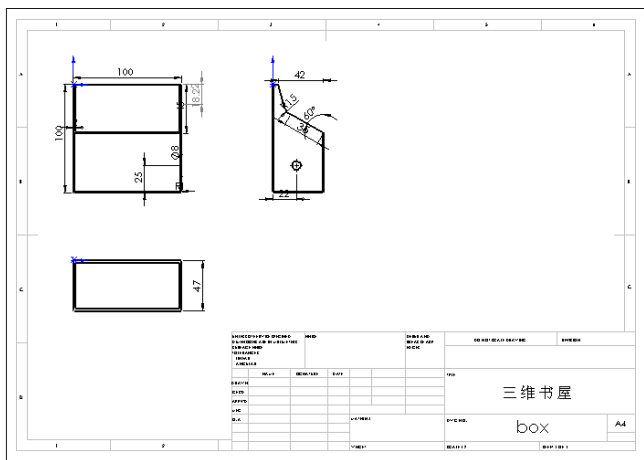

图 1-68 添加尺寸的工程图
- ④选取[消除重复]复选框，将只输入每个尺寸的一个实例。
- ⑤单击[确定]按钮，即可看到尺寸已经添加到工程图上了，如图 1-68 所示。